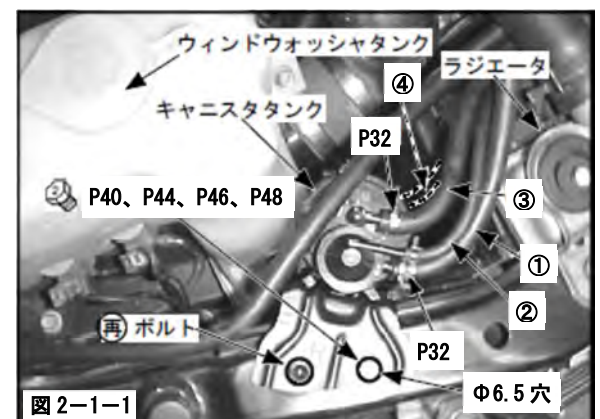

図 2-1-1
し仮付けしてください。(図 2-1-1)
スタタンクステーを取付けてください。(図 2-1-1)
(6) 図のようにホースを延長し各部へ取付けてください。(図 2-1-1)
- ・ ①ホース φ4 (P19 600 mm) (2-1. (5)で切断したもの)
- ・ ②耐油ホース φ6 (P20 600 mm) (2-1. (5)で切断したもの)
- ・ ③耐油ホース φ6 (P20 850 mm) (2-1. (5)で切断したもの)
- ・ ④耐油ホース φ8 (P21 1200 mm) (2-1. (5)で切断したもの)